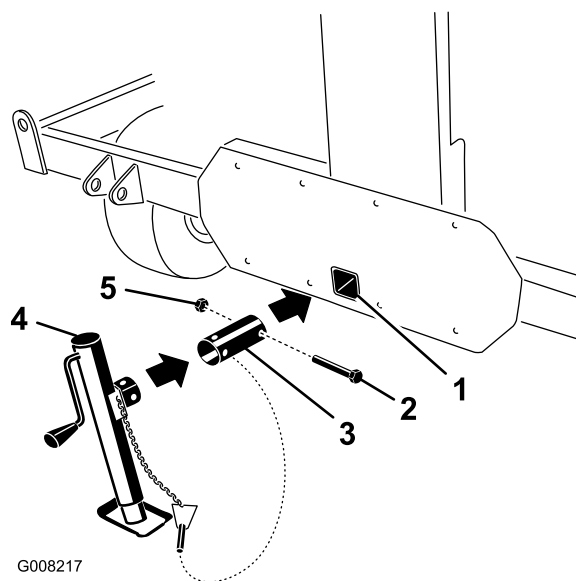
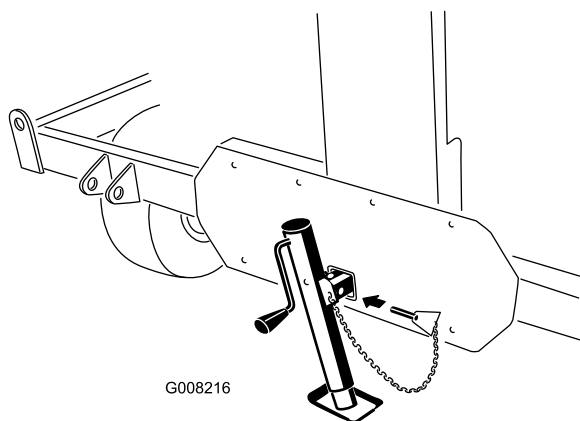

Рисунок 8
Рисунок 9
3. Вставьте трубку подъемной опоры в отверстие для крепления буксирной тяги (Рисунок 8).
5. Используя ранее снятые болт и гайку, закрепите трубку в установке переработки керна (Рисунок 8).
6. Наденьте подъемную опору на трубку подъемной опоры, совместите крепежные отверстия и закрепите соединение шплинтом с кольцом (Рисунок 8 и Рисунок 9).